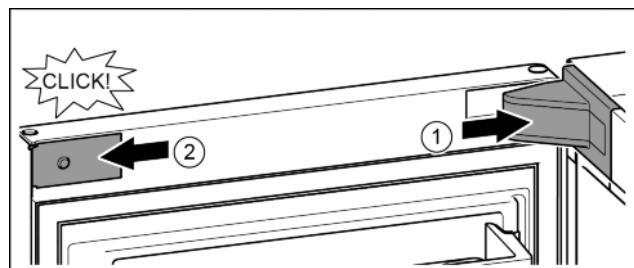

Fig. 23
- Крышку опорного кронштейна установить и зафиксировать, при необходимости, осторожно разжать. Fig. 23 (1)
- Установить сбоку накладку и зафиксировать. Fig. 23 (2)